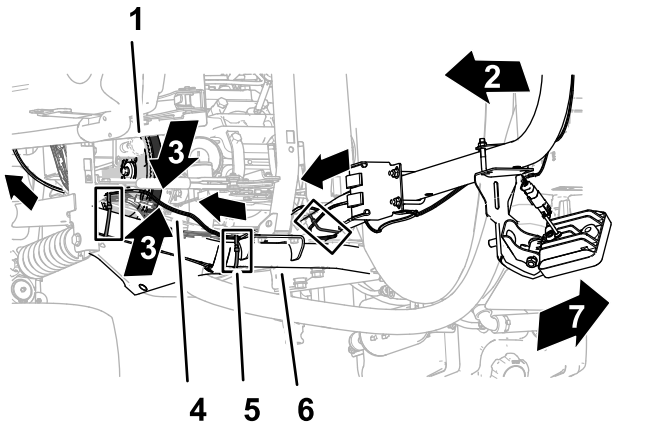
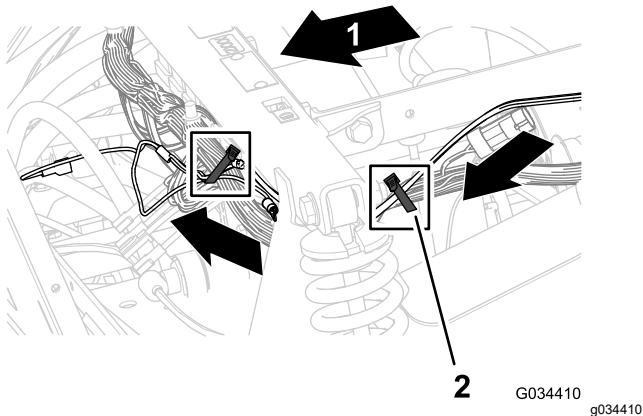

Figura 11
Figura 12
2. En los interruptores de las luces, dirija el ramal del arnés de cables con el terminal hembra y el terminal de anillos hacia abajo y hacia delante, tal y como se muestra en la Figura 11 y en la Figura 12.
- Sujete el arnés de cables del kit de luces de trabajo traseras en el tubo del ROPS, el tubo del bastidor delantero superior y el arnés de cables de la máquina con bridas para cables, tal y como se muestra en la Figura 10, Figura 11 y Figura 12.
**Nota:** Enrolle el arnés sobrante en el tubo superior delantero del bastidor y sujete el mazo con una brida, como se muestra en la Figura 11.